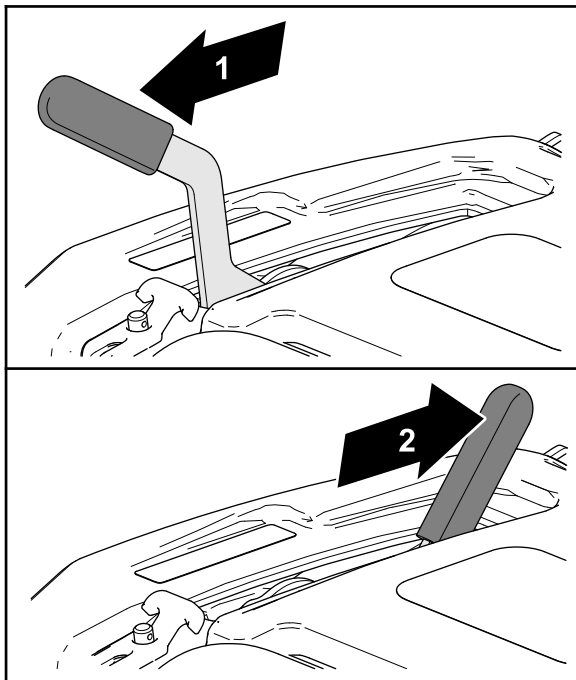

Figure 26
- Tirez sur la poignée du frein de stationnement pour serrer le frein (Figure 26).